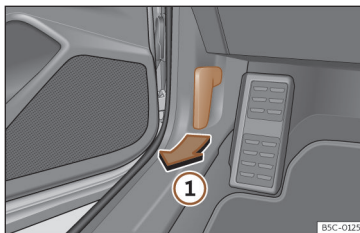

Fig. 214 Alavanca de desbloqueio no espaço para a zona dos pés do condutor.
- Abra a porta e puxe pelo manípulo que existe debaixo do painel de instrumentos >>> **Fig. 214** ①.